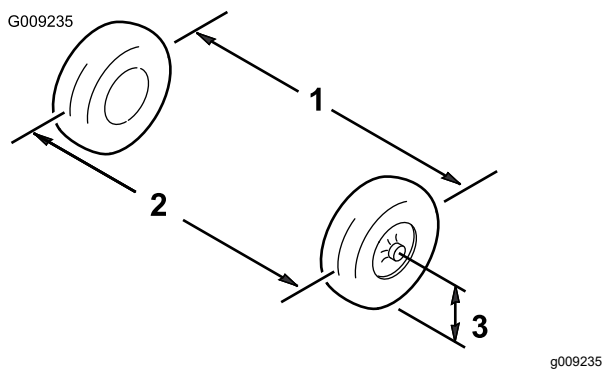

図 49
1. 前輪の前と後ろで、左右のタイヤの中央線間距離を測る計測はアクスルの高さで行う (図 49)。